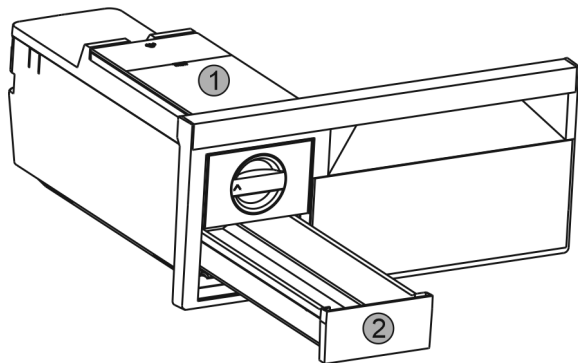

Fig. 79
- ▶ Vyměňte nádržku na vodu Fig. 79 (1) a zásuvku na kostky ledu Fig. 79 (2).